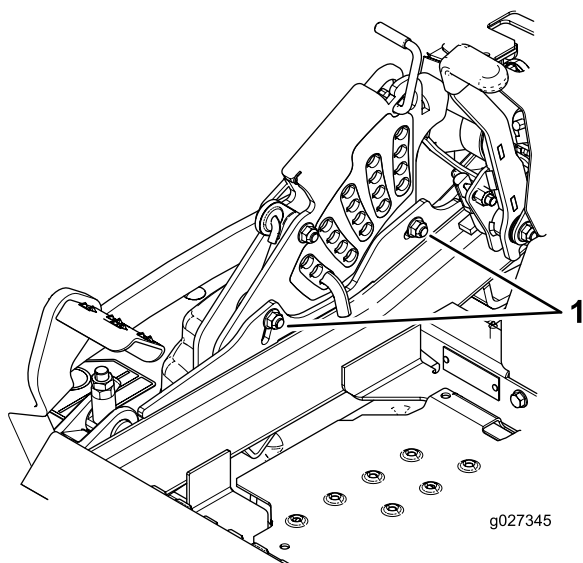

Figure 102
11. Pour régler le système monopoint, desserrez les 2 boulons au bas de la plaque de hauteur de coupe (**Figure 102**).
13. Serrez les 2 boulons au bas de la plaque de hauteur de coupe (**Figure 102**).